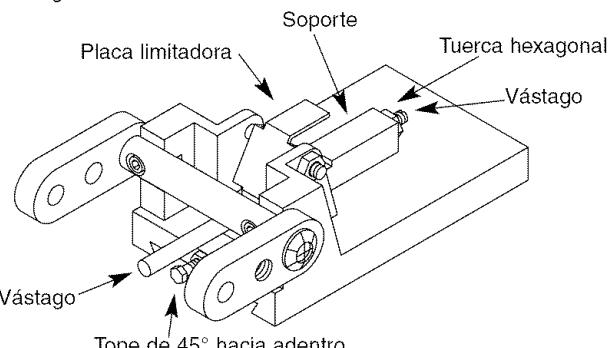

Figura 4 – Topes Limitadores
- Cerciórese de que la placa limitadora (véase la Figura 4) descansen en la ranura del bloque. Coloque la guía contra el vástago y fíjela en su lugar mediante la manivela de inclinación.